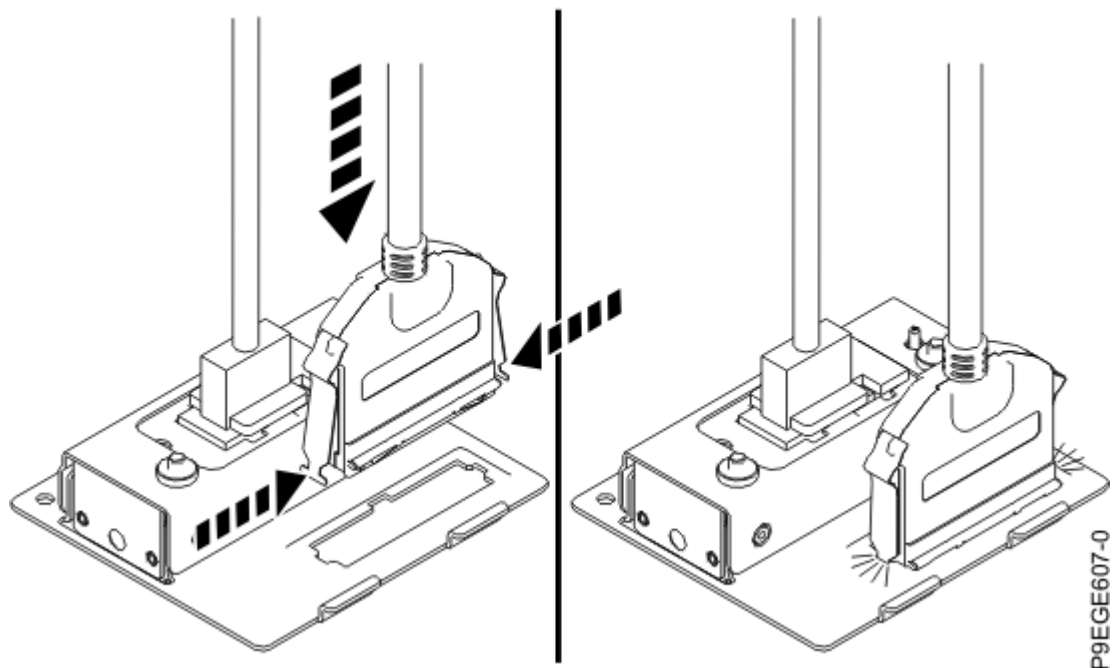

Figura 22. Instal·lació del cable frontal USB i del sòcol
2. Fixeu el sòcol del cable USB al receptacle USB. Assegureu-vos que la pestanya del sòcol quedi alineada amb el receptacle. Pinceu les pestanyes i inseriu el sòcol a l'orifici fins que les pestanyes quedin encaixades al seu lloc, tal com es mostra a la Figura 22 a la pàgina 24.